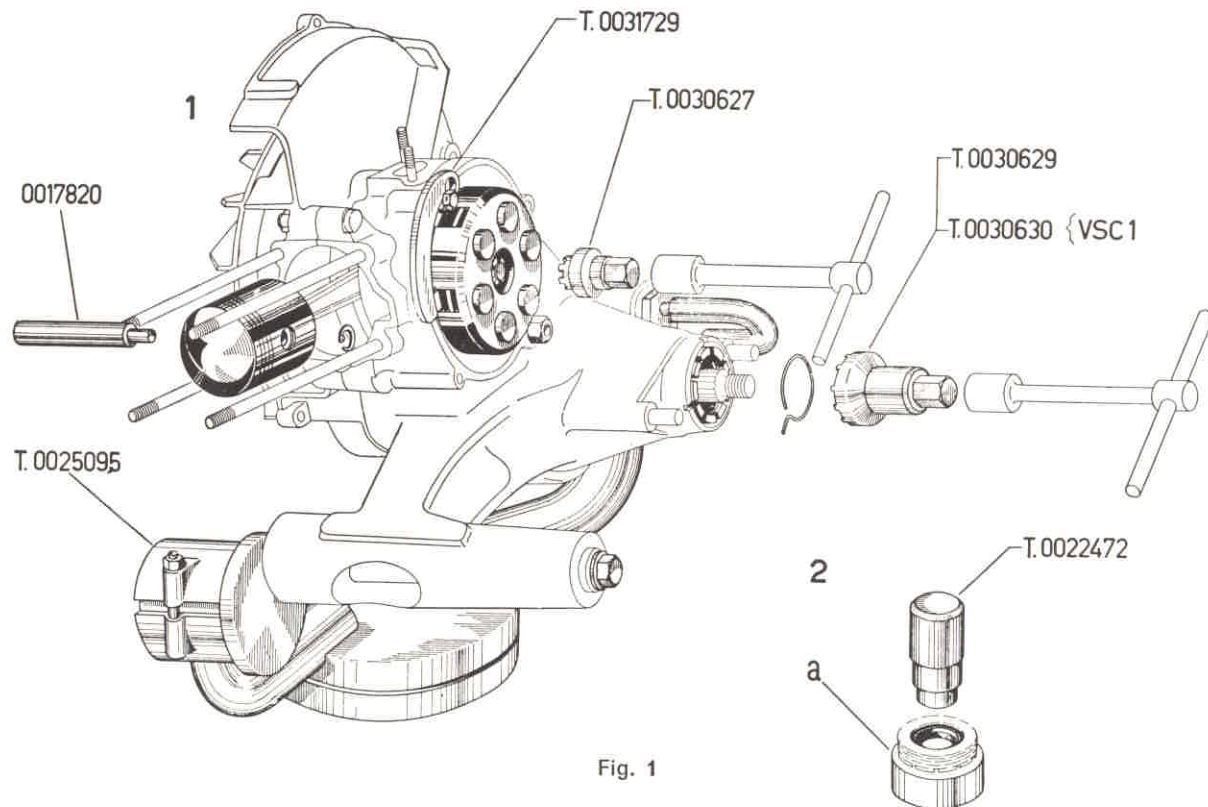

Fig. 1
— In order to employ the tool T.0025095 (engine support) for the models indicated, request the specific parts, 22 - 23 - 24 - 25 - 30; unsolder the pin from the point indicated with arrow on fig. 1 and replace it with the part 23 («C» on figure).
b) Use the base indicated on column «Note» fig. 1 (page 67). In order to dismantle the clutch drive gear, orientate the clutch case with the deeper notch towards the gear itself and lock it with the wrench T.0030250.
— Para utilizar la herramienta n. T.0025095 (soporte motor) para los modelos indicados pedir las piezas específicas, 22 - 23 - 24 - 25 - 30; desoldar el perno del punto indicado con flecha en la fig. 1 sustituyéndolo con la pieza 23 («C» en la figura).
b) Usar la base indicada en la columna «Notas» de la fig. 1 (pág. 67).